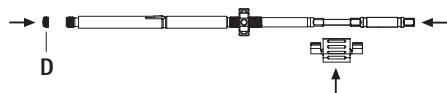

Рис. 12
- Вставить отвертку во внутреннюю втулку, закрепить фиксирующим элементом и установить блокирующий винт D, см. Рис. 12.